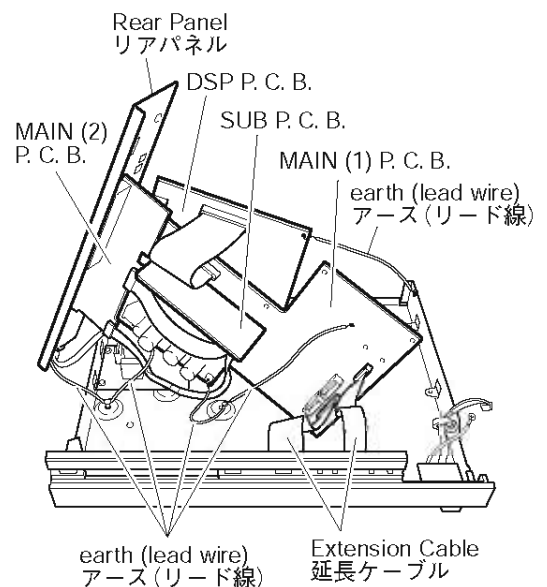

Fig. 11
- Using a servicing extension cable, connect the MAIN (1) P.C.B. and OPERATION P.C.B. (Fig. 11)
- Using lead wires or the like, connect the earth at 3 locations on the MAIN (1) P.C.B., at 1 location on the DSP P.C.B. and rear panel to the chassis or GND. (Fig. 11)
- MAIN (1) P.C.B.とOPERATION P.C.B.間を、サービス用延長ケーブルで接続します。(Fig. 11)
- MAIN (1) P.C.B.のアース3箇所、DSP P.C.B.のアース1箇所およびリアパネルを、リード線等でシャーシまたはGNDに接続してください。(Fig. 11)